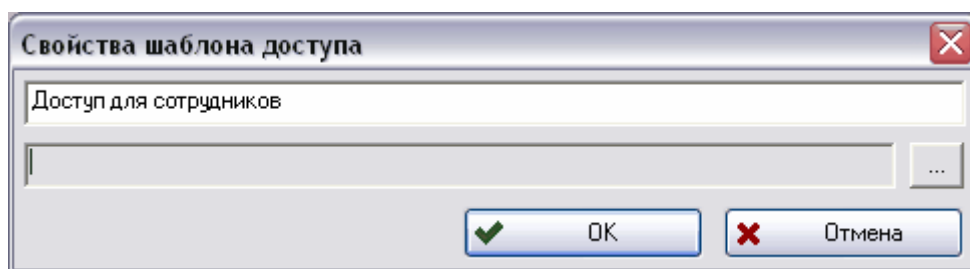

Рис. 23 Свойства шаблона доступа
2. В появившемся окне **Свойства шаблона доступа** введите необходимые параметры (Рис. 23).